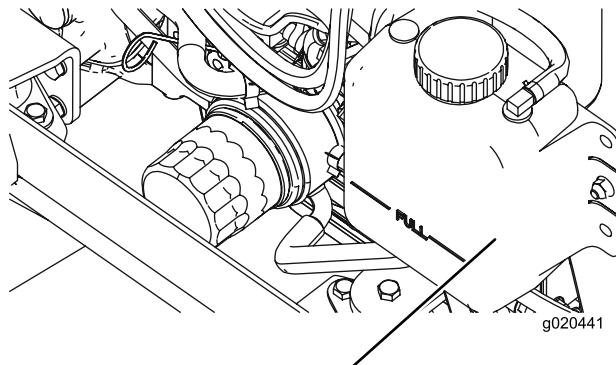

Рисунок 111
- Осторожно снимите крышку радиатора и крышку расширительного бачка (Рисунок 111).